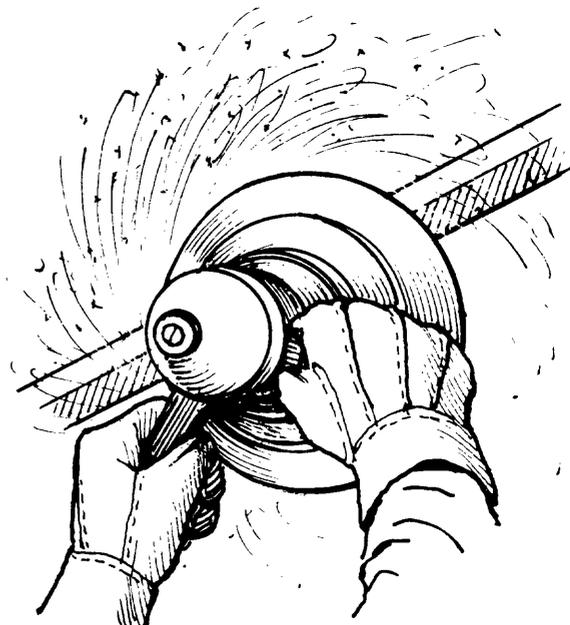

Fig. 5
- ___ **a** Tome la amoladora por los mangos con las dos manos y coloque la máquina en posición de trabajo, dándole la inclinación indicada por el trazado (fig. 5).